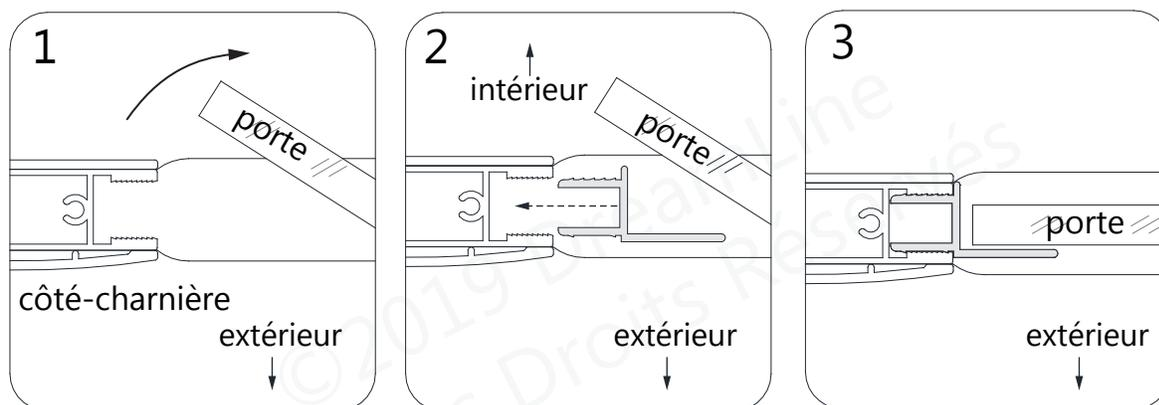

Fig 10
10. Poussez fermement la plus courte bande **D'étanchéité avec Fermeoir (N° 10)** dans la rainure verticale du **Profilé Pour Vitre de la Porte Vitrée (N° 02)**. (Fig 10)
- Si vous installez le modèle avec une porte simple, utilisez les deux bandes **D'étanchéité Avec Fermeoir (N° 10)**, incluses avec la **Porte Vitrée (Fig. 10 et Fig. 11)**. Elles se clipsent dans les **Profilés Pour Vitre** (clipez la plus courte dans le profilé pour vitre côté-charnière et le plus long dans le profilé pour vitre côté-gâche).